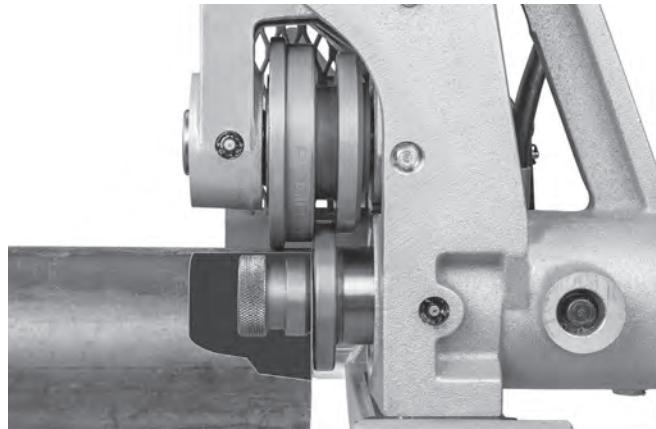

Abbildung 10 – Auflegen des Rohrs über die Antriebswelle, bündig mit dem Antriebswellenflansch (Stabilisator zur Verdeutlichung nicht abgebildet)
3. Zum Stützen des Rohrs müssen geeignete Rohrstände verfügbar sein. Stellen Sie die Höhe der Rohrstände so ein, dass das Rohr waagerecht liegt und der obere Innendurchmesser des Rohrs auf der Antriebsrolle sitzt (*siehe Abbildung 10*).
4. Legen Sie das Rohr auf den/die Ständer, wobei das Rohrende bündig mit dem Antriebswellenflansch abschließt und die Innenseite des Rohrs die Oberseite der Antriebswelle berührt (*Abbildung 10*). Vergewissern Sie sich, dass das Rohr stabil und sicher liegt.